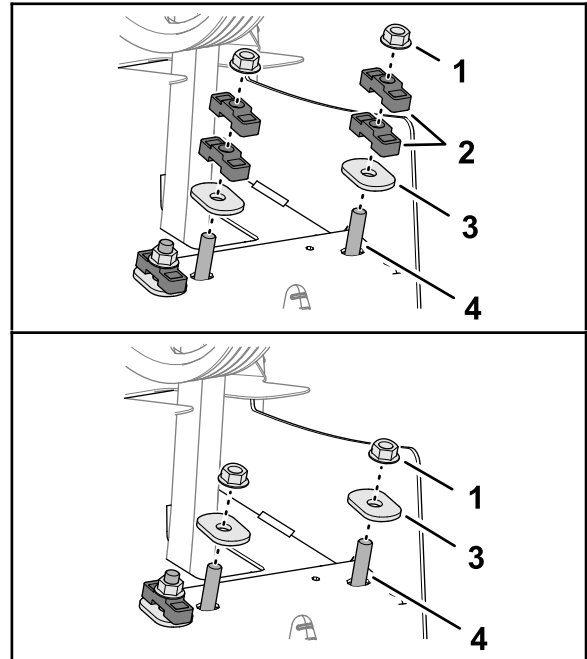

Figure 134
- Fixez l'arbre de l'amortisseur et les entretoises sur le cadre arrière à l'aide des rondelles ovales trempées et des contre-écrous (Figure 134).